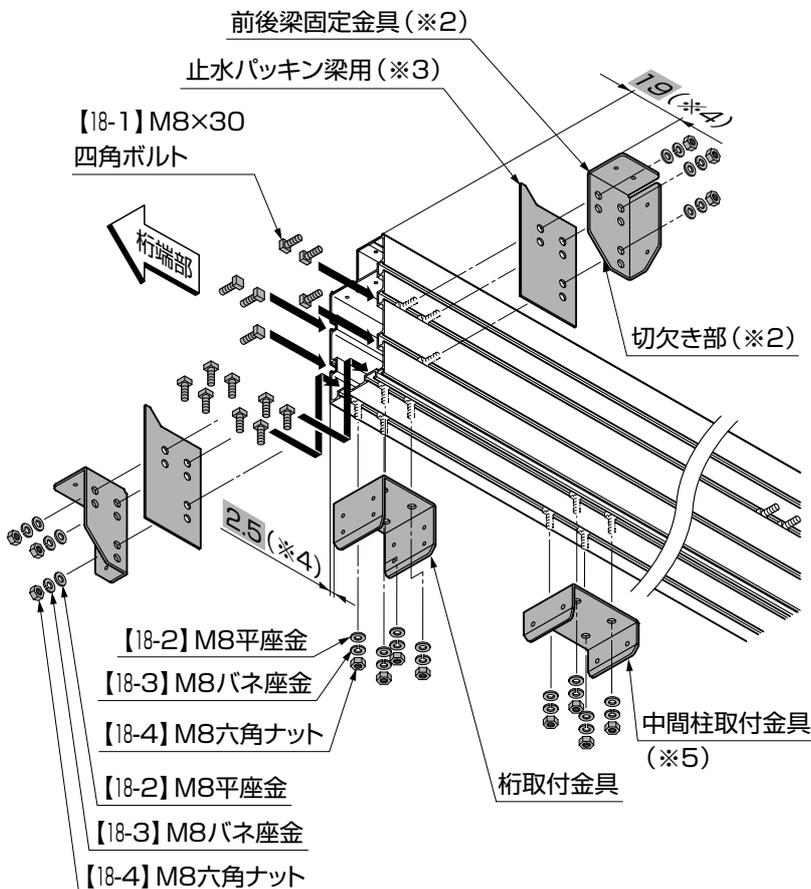

図8-4
- ②桁側面の溝に【18-1】をスライドしながら入れ、止水パッキン梁用を貼り、【18-2】、【18-3】、【18-4】で前後梁固定金具を固定してください。(図8-4参照)
- ③桁底面の溝に【18-1】をスライドしながら入れ、【18-2】、【18-3】、【18-4】で桁取付金具と中間柱取付金具を固定してください。